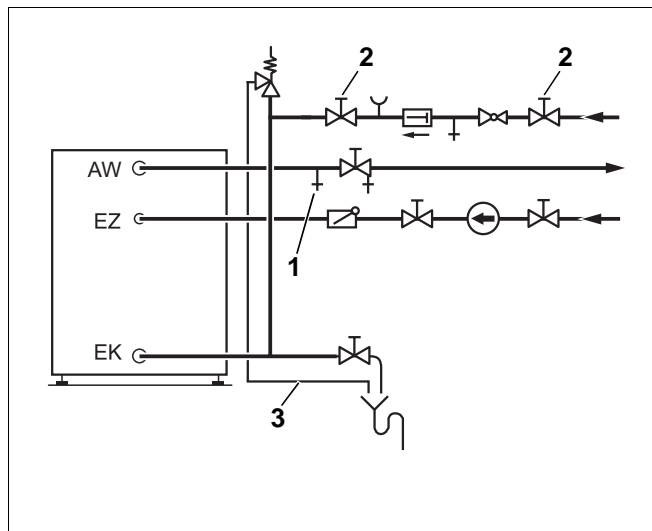

Рис. 13 Монтаж по DIN 1988 (принципиальная схема)
- Для удаления воздуха из бака-водонагревателя открыть вентиль продувки и выпуска воздуха (рис. 13, **поз. 1**) или наиболее высоко расположенный водоразборный кран.
- Для заполнения бака открыть запорный вентиль на входе холодной воды ЕК (рис. 13, **поз. 2**).
- Перед нагревом проверить заполнение водой отопительного котла, бака-водонагревателя и трубопроводов. Для этого открыть вентиль для продувки и выпуска воздуха (рис. 13, **поз. 1**).
- Держите постоянно открытым дренажный трубопровод предохранительного клапана (рис. 13, стр. 14).
- дренажная линия предохранительного клапана (рис. 13, стр. 14) должна быть постоянно открытой.